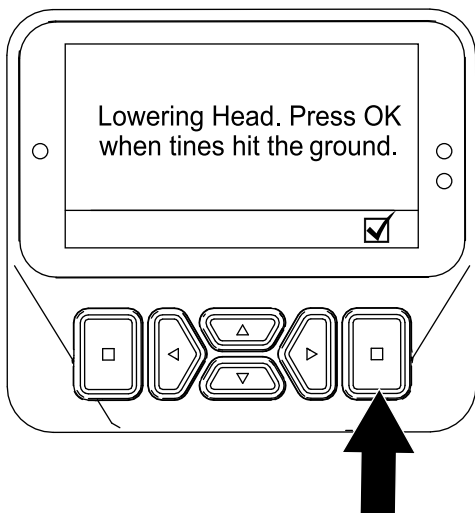

Bild 64
6. Wenn ein Tines den Boden berührt, drücken Sie die Auswahltaste auf dem Bildschirm „Aerifizierkopf absenken“ (Bild 64).